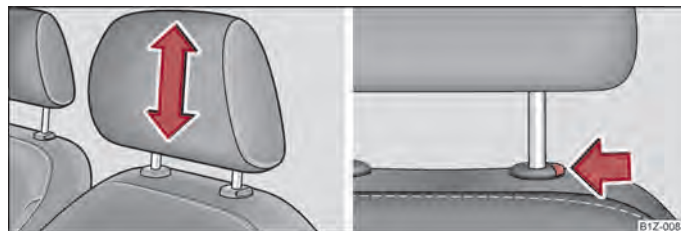

Fig. 45 Tetierele: Reglare/Extragere
- Cuprindeți tetiera cu ambele mâini de părțile laterale și trageți în sus ⇒ fig. 45 - stânga.
- Dacă doriți să împingeți tetiera în jos, trebuie să apăsați tasta de siguranță ⇒ fig. 45 - dreapta și să o mențineți apăsată și cu cealaltă mână să apăsați tetiera în jos.
- Apăsați tasta de siguranță în sensul săgeții ⇒ fig. 45 - dreapta și scoateți tetiera.